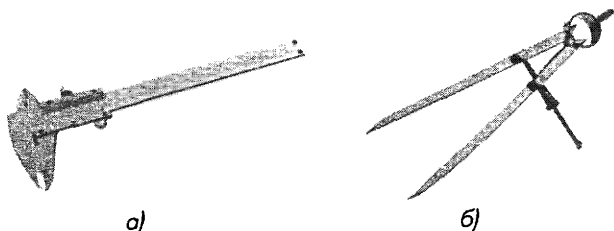

Рис. 1.23. Штангенциркуль (а) и разметочный циркуль (б)
- штангенциркуль (рис. 1.23а) для измерения внешнего и внутреннего диаметра;
- разметочный циркуль (рис. 1.23б);